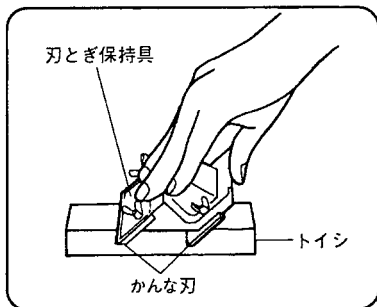

図 43
(1) 手押側のかんな刃は別売部品の刃とぎ保持具で2枚同時に同じ刃先角度でとぐことができます。（図 43）
(2) 2枚のかんな刃先面が同時にトイシに当るよう、かなな刃を適当に出し入れして調整してください。
(3) 自動側のかんな刃は、刃幅が300mm以上あり、刃とぎ保持具での刃とぎがむずかしいので、刃物研磨機を使用するようにしてください。